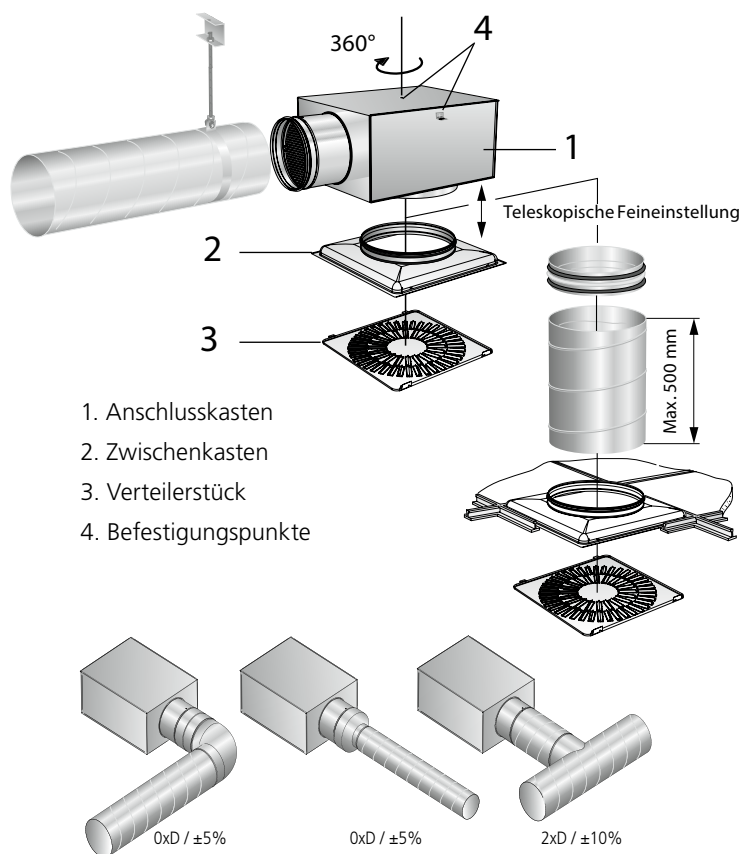

Abb. 3. Montagealternativen.
- Eine Verlängerung um 500 mm mit einem Spirokanaal zwischen Anschlusskasten und Luftauslass kann ohne Verlängerung von Messschlauch und Klappenstellvorrichtung vorgenommen werden, siehe Abbildung 3.
- Messgenauigkeit und Anforderungen an eine gerade Strecke vor dem Anschlusskasten, siehe Abb 3. Die Anforderungen an die gerade Strecke sind abhängig vom Störungstyp vor dem Anschlusskasten. Abb. 3 zeigt einen Bogen, einen Übergang und ein T-Stück. Andere Störungstypen erfordern mindestens eine gerade Strecke von 2xD (D= Anschlussabmessung), um die Messgenauigkeit von $\pm 10\%$ des Volumenstroms einzuhalten.